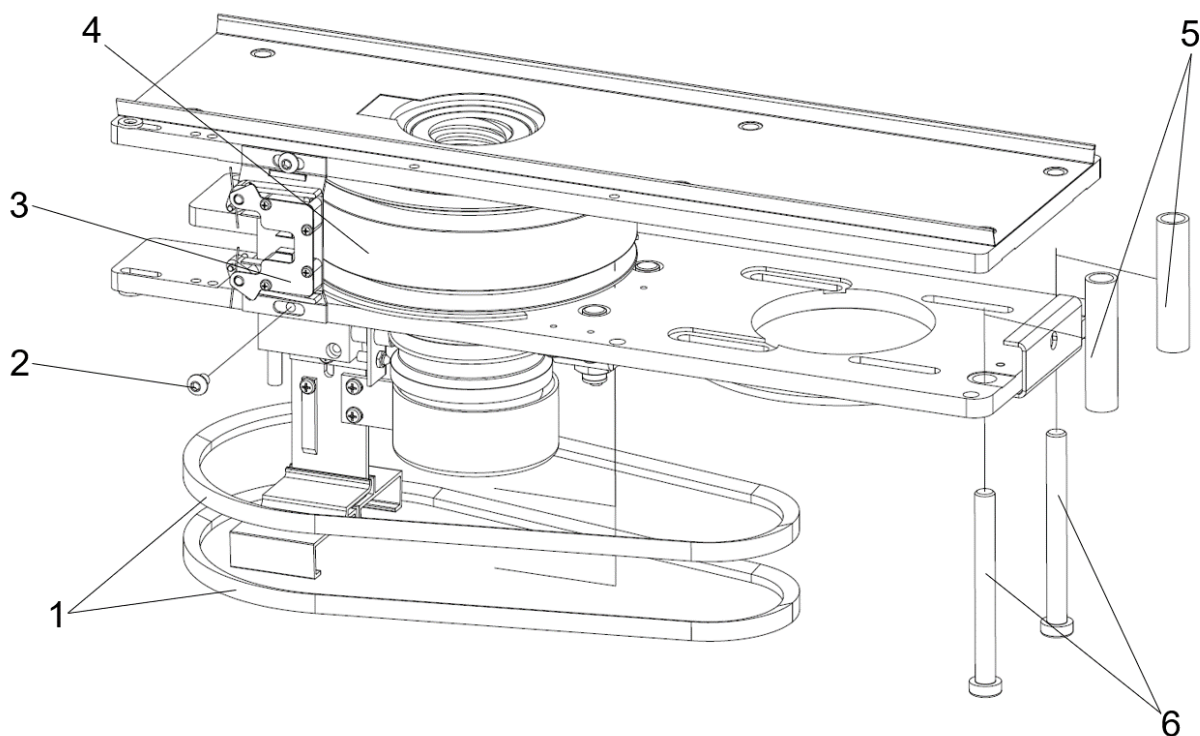

Fig. 30 Udskiftning af drivremme
1. Mærk efter på drivremmene (1) for at finde ud af, om de er poleret glatte af friktion, se Fig. 30.